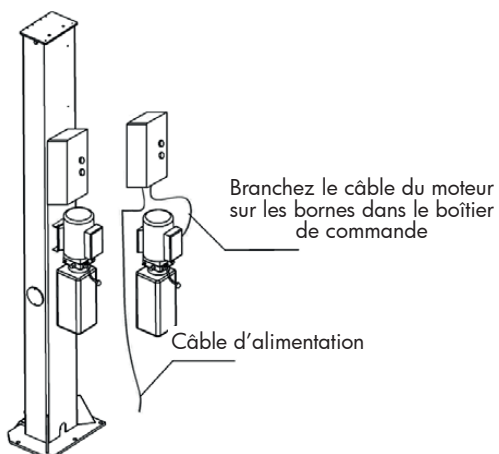

Fig. 12
3. Branchez l'électrovalve et le câble du moteur (**fig. 12**).